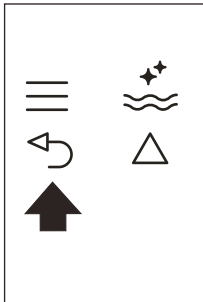

Fig. 25
- ▶ Pulse el icono ↶ (B6) (Fig. 25) dos veces para salir del menú.